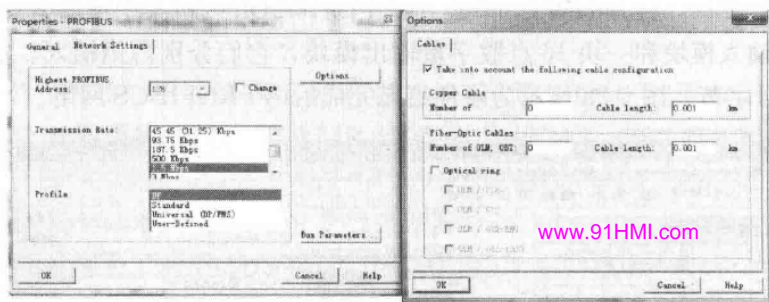

图 6-30 设置 PROFIBUS 网络的参数
单击“新建”按钮，在出现的“属性 PROFIBUS”对话框的“网络设置”选项卡中（见图 6-30），用列表框设置 PROFIBUS 子网络的参数，系统推荐的默认的参数如下：传输速率为 1.5Mbit/s，配置文件（Profile）为 DP，一般采用默认的参数，传输速率和总线配置文件将用于整个 PROFIBUS 子网络。
(3) 配置文件。配置文件为不同的 PROFIBUS 应用提供基准（即默认的设置），每个设置文件包含一个 PROFIBUS 总线参数集。这些参数由 STEP7 程序计算和设置，并考虑到特殊的配置文件和传输速率。这些总线参数适用于整个总线的连接在该 PROFIBUS 子网络中的所有节点。
(4) 网络参数设置。单击图 6-30 中的“总线参数”按钮，可以查看总线参数。如果在网络上有光链接模块（OLM）、光总线终端（OBT）和 RS-485 中继器，单击图 6-30 中的“选项”按钮，在出现的“选项”对话框的“电缆”选项卡中，设置铜质电缆的长度和 RS-485 中继器的个数，或设置光纤电缆的长度和所用的 OLM、OBT 个数。